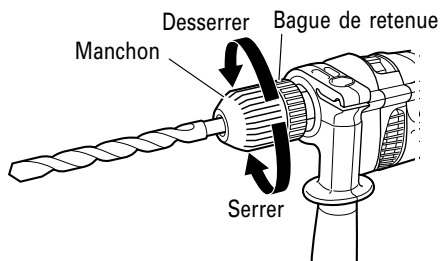

Fig. 3
**Pour mandrin sans clé** (Fig. 3)
- (1) Ouvrir les mâchoires du mandrin et insérer la mèche dans le mandrin. Pour ouvrir le mandrin, tenir la bague de retenue tout en tournant le manchon dans le sens inverse des aiguilles d'une montre (vu de face).
- (2) Saisir fermement la bague de retenue et tourner le manchon dans le sens des aiguilles d'une montre. Serrer à fond.
- (3) Pour retirer la mèche, saisir fermement la bague de retenue et tourner le manchon dans le sens inverse des aiguilles d'une montre.